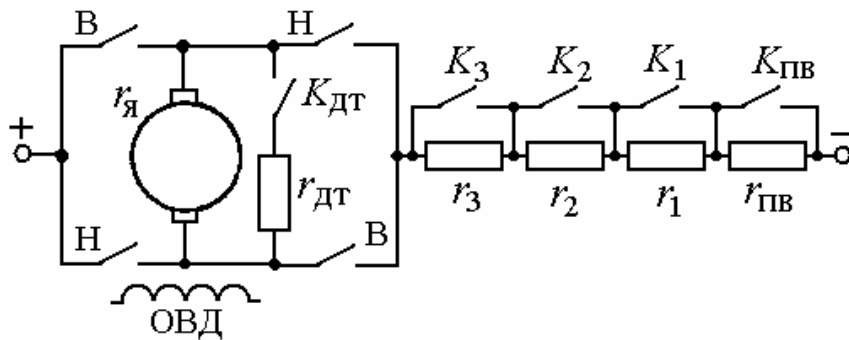
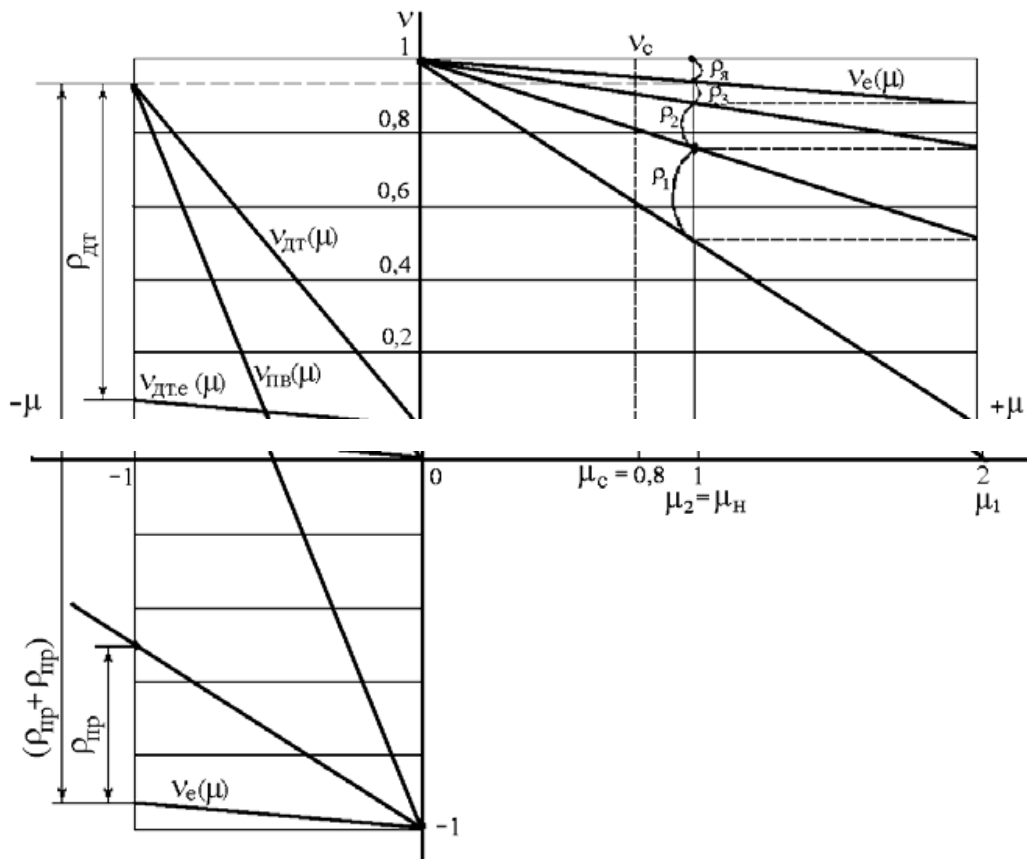

Рис.8. Схема электропривода с реостатно-релейным управлением
Рис.9. Механические пусковые и тормозные характеристики ДПТНВ
Задача 17. Для привода с двигателем постоянного тока независимого возбуждения (ДПТНВ) с реостатно-релейным управлением (рис.8) рассчитать величины ступеней пусковых сопротивлений. Номинальные значения паспортных величин двигателя: $P_n = 8,5$ кВт; $U_n = 220$ В; $I_n = 44$ А; $\omega_n = 94$ рад/с. Максимальный пиковый момент двигателя при пуске $\mu_1 = 2$. Относительные значения момента переключения ступеней пускового сопротивления $\mu_2 = 1$, статического момента нагрузки $\mu_c = 0,8$.
2. Найти число ступеней пуска m и построить характеристики реостатного пуска (рис.9).
Задача 18. Для привода постоянного тока с реостатно-релейным управлением (см. рис.8) рассчитать ступень сопротивления для торможения противовключением и для динамического торможения. Характеристики приведены на рис.9. Номинальные значения параметров двигателя: $P_n = 8,5$ кВт; $U_n = 220$ В; $I_n = 44$ А; $r_{я} = 0,3$ Ом; $\omega_0 = 100$ рад/с; $\omega_n = 94$ рад/с. Двигатель переключается в тормозной режим противовключения или динамического торможения при $\mu_c = 1$ и $v = v_n$. Максимальный тормозной момент при